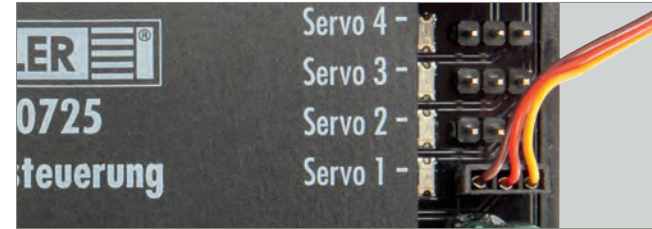

Abb. 3: Servos anschließen
- ▶ Schließen Sie einen oder mehrere Servos an einen der Anschlüsse »Servo 1« – »Servo 4« an der Servosteuerung an, siehe Abb. 3.